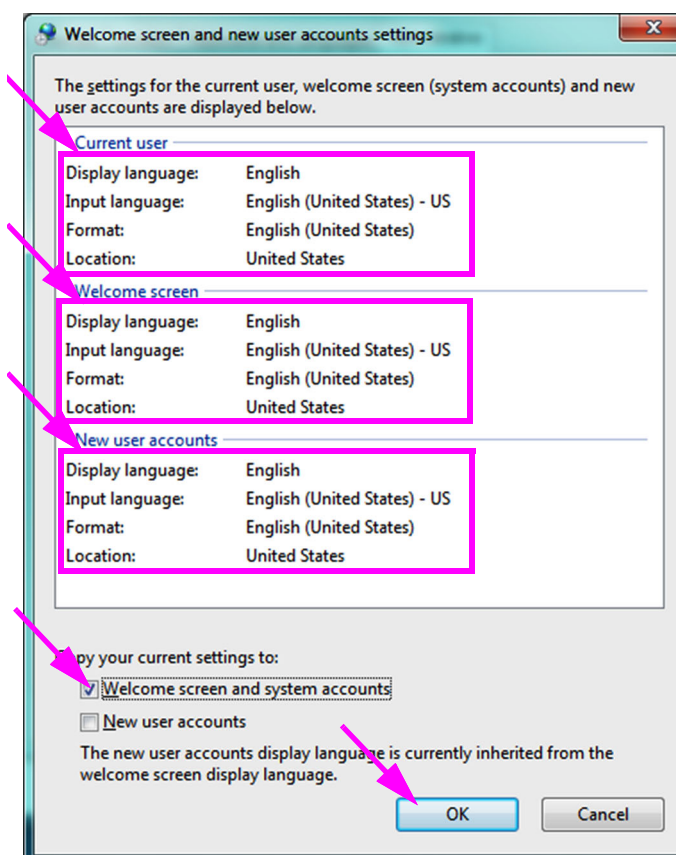

Figura C-17. Ecranul Bun venit și ecranul Setări cont nou de utilizator
8. Se afișează ecranul Bun venit (Welcome) și ecranul Setări cont nou de utilizator (New user account settings) (consultați Figura C-17).
9. Verificați dacă câmpurile Format se potrivesc cu limba selectată în Secțiunea C.4.1, iar câmpurile Limbă de tastatură (Input Language) corespund cu limba selectată în Secțiunea C.4.2 (consultați Figura C-17).